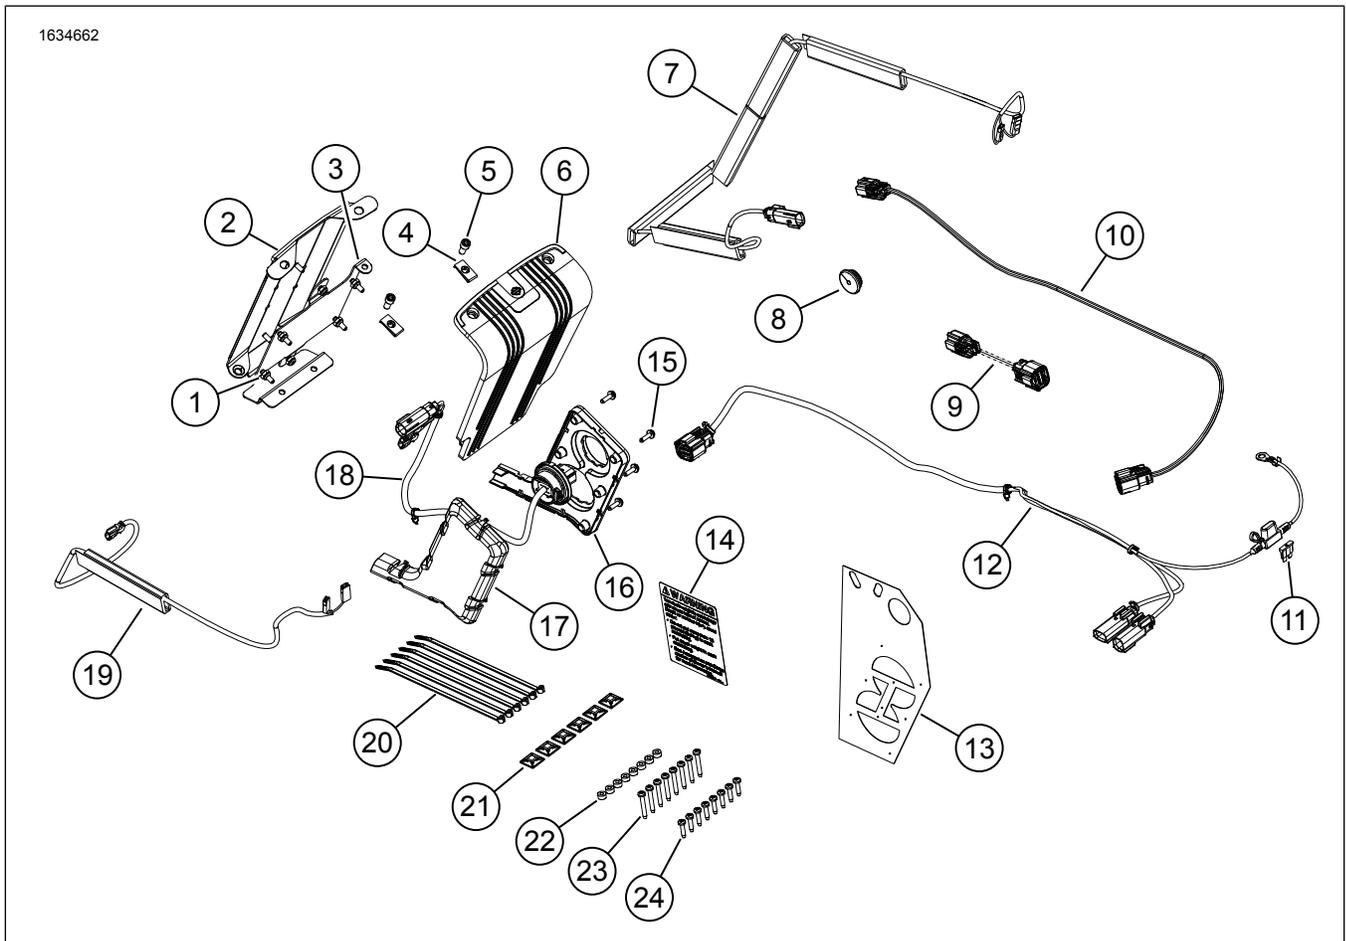

Figure 1. Contenu du kit : Système audio développé par Rockford Fosgate
3. Figure 1 Installer l'étiquette de capacité sur la sacoche (14).